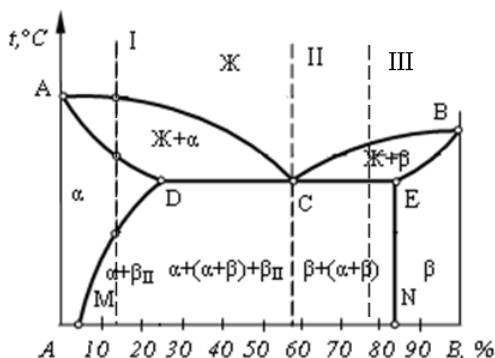

Рис. 27
2.55. Сплав, лежащий правее точки С (рис. 27) называется:
2.56. Сплав, лежащий левее точки С (рис. 27):